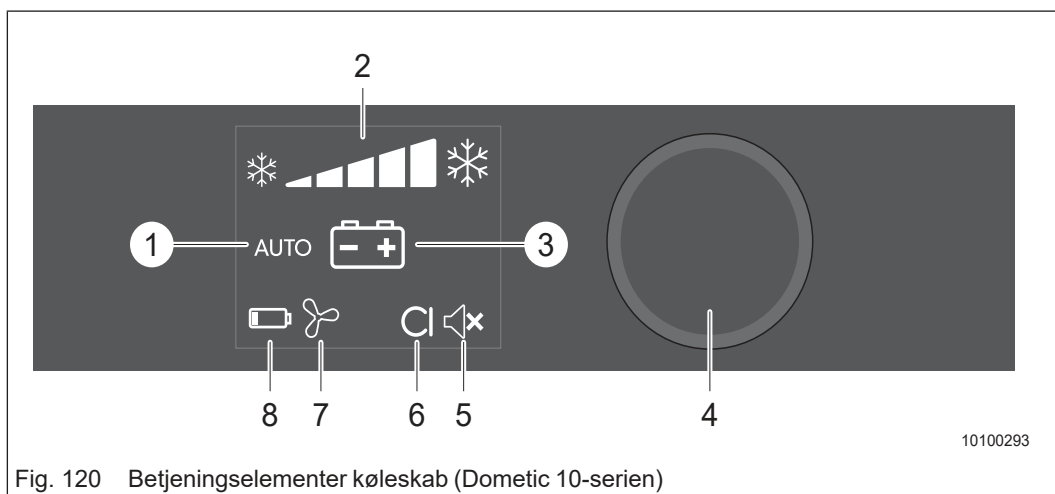

Fig. 120 Betjeningslementer køleskab (Dometic 10-serien)
- ➔ Tryk på betjeningsknappen (Fig. 120/1) i 2 sekunder. Køleskabet tænder med de aktuelle indstillinger.
- ➔ Tryk på betjeningsknappen (Fig. 120/1) i 4 sekunder. Der lyder et bip, og køleskabet slukker.
- ➔ Tryk på betjeningsknappen (Fig. 120/1) for at aktivere displayet.